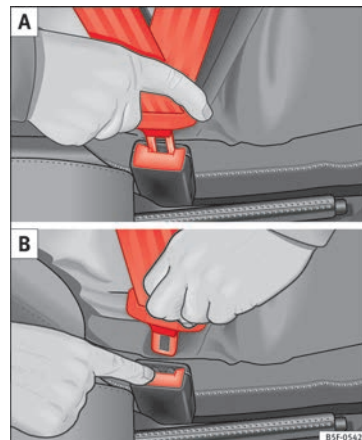

Fig. 10 Colocar y retirar la lengüeta del cierre del cinturón de seguridad.
• Introduzca la lengüeta en el cierre del asiento correspondiente hasta que se encastre de un modo audible » **fig. 10 A.**
• Pulse la tecla roja que hay en el cierre del cinturón » **fig. 10 B.** La lengüeta del cierre es expulsada hacia fuera » **△.**